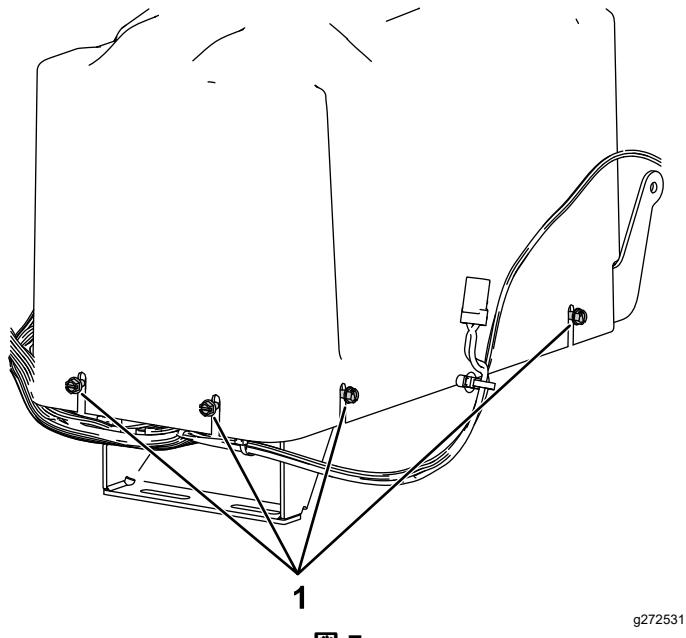

図7
2. バッテリーカバーを固定しているねじ8本を外してカバーを外す図7。